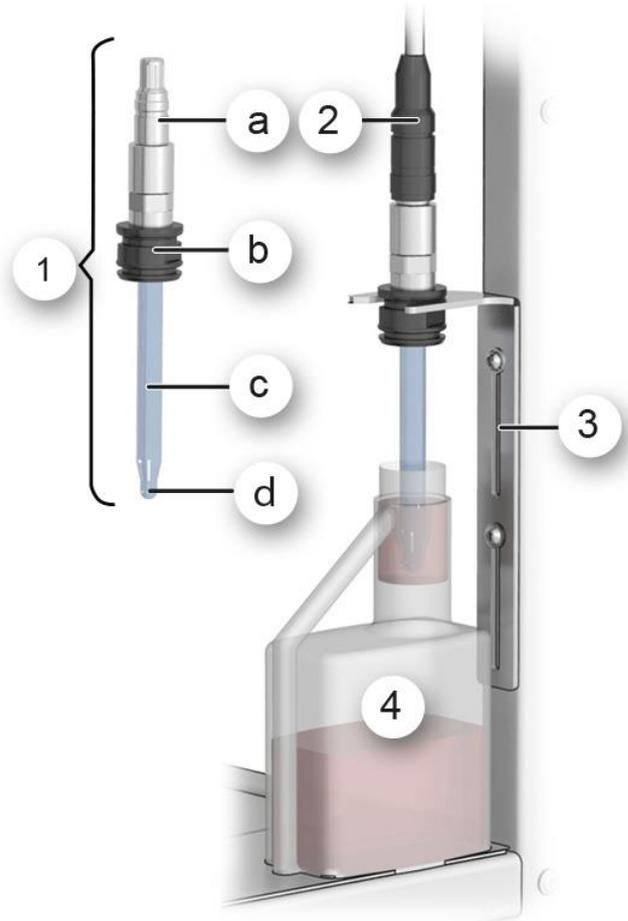

Abbildung 31: Übersicht Kalibrierung
2.	Den pH-Sensor gemäss Kapitel 4.3.1 ausbauen und in der Schieberhalterung positionieren (Abbildung 31).